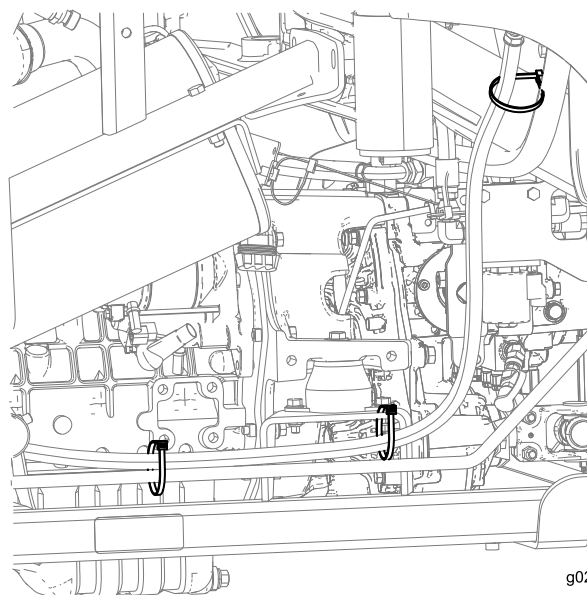

Figure 33
2. Utilisez les 3 serre-câbles pour attacher les composants comme montré à la Figure 33.